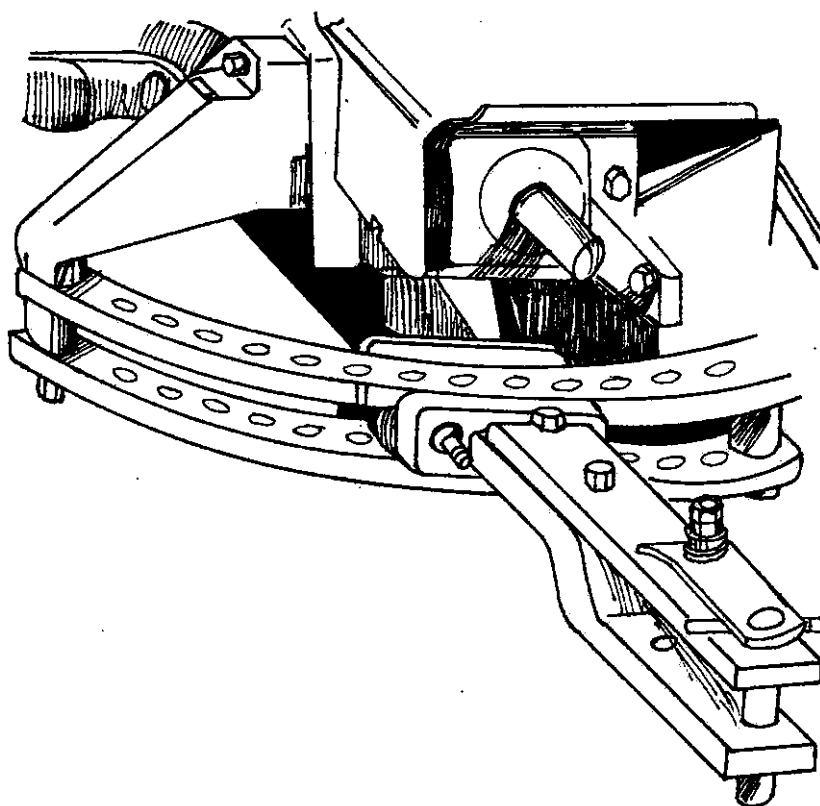

FIGURA 5. Barra de tiro oscilante.
3.3.1.3 Ajuste Lateral. Mediante una serie de agujeros perforados sobre un elemento rígidamente unido al tractor, es posible elegir la posición lateral de la barra de tiro. (Figura 5). El enganche excéntrico produce esfuerzos transversales sobre el tractor durante la marcha; por lo tanto su uso debe restringirse solo a los casos en los cuales sea necesario por razones de alineación del implemento o máquina que se remolca. Cuando la carga es muy pesada es más conveniente dejar que la barra de tiro oscile libremente a fin de reducir los esfuerzos transversales antes mencionados.